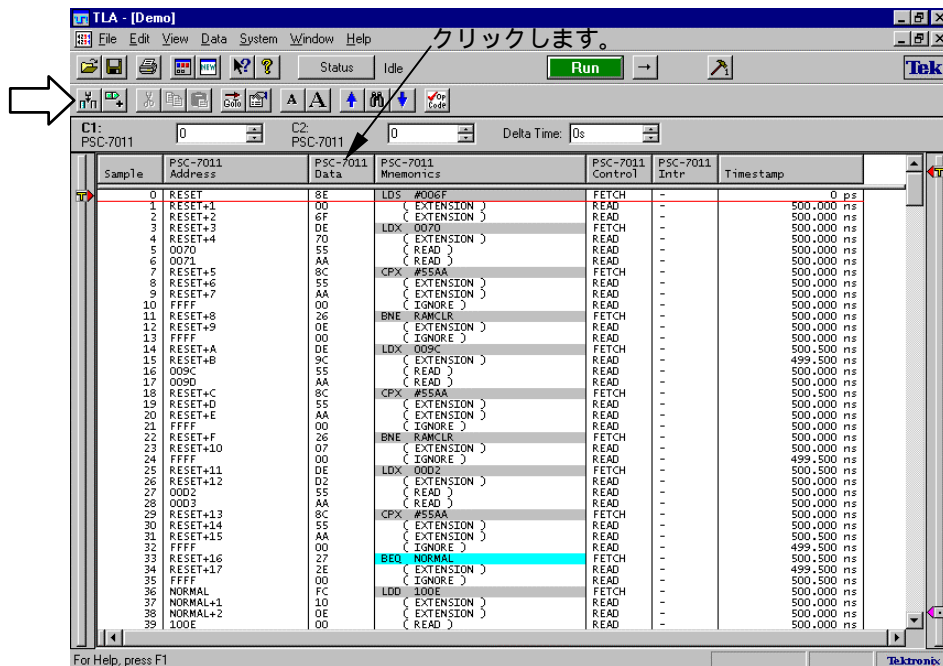

図 3-7 : リスティング・ビューの例
1. 例えば図 3-7 のリスティング・ビューにて、Data グループの右側に所望のグループを表示したい場合には Data グループをクリックします。